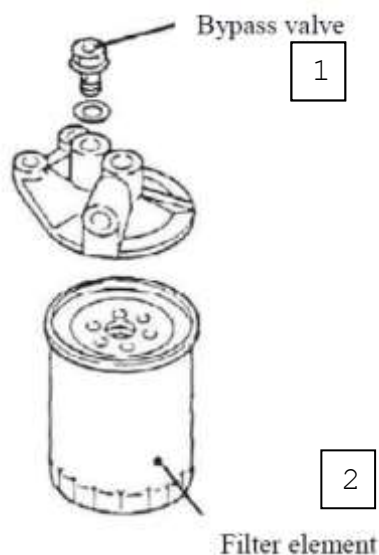

Рис. 1.5:
1.5.2. Топливный фильтр (см. Рис. 1.5).